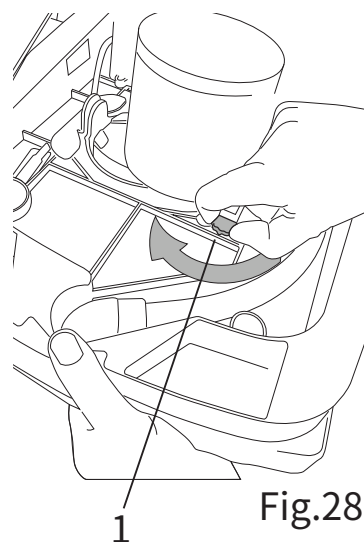

Fig.28
装置によって産出される駆動力は、対応するノブ (図28、参照1) を回すことによって変えることができます。これは、色が異なる2つのセクターであり、一方は緑色、もう一方は黄色です。
- 片手で重量を支えてブラシ/モーターを持ち上げ、もう片方の手でノブ (図28、参照1) を目的の位置まで回します。